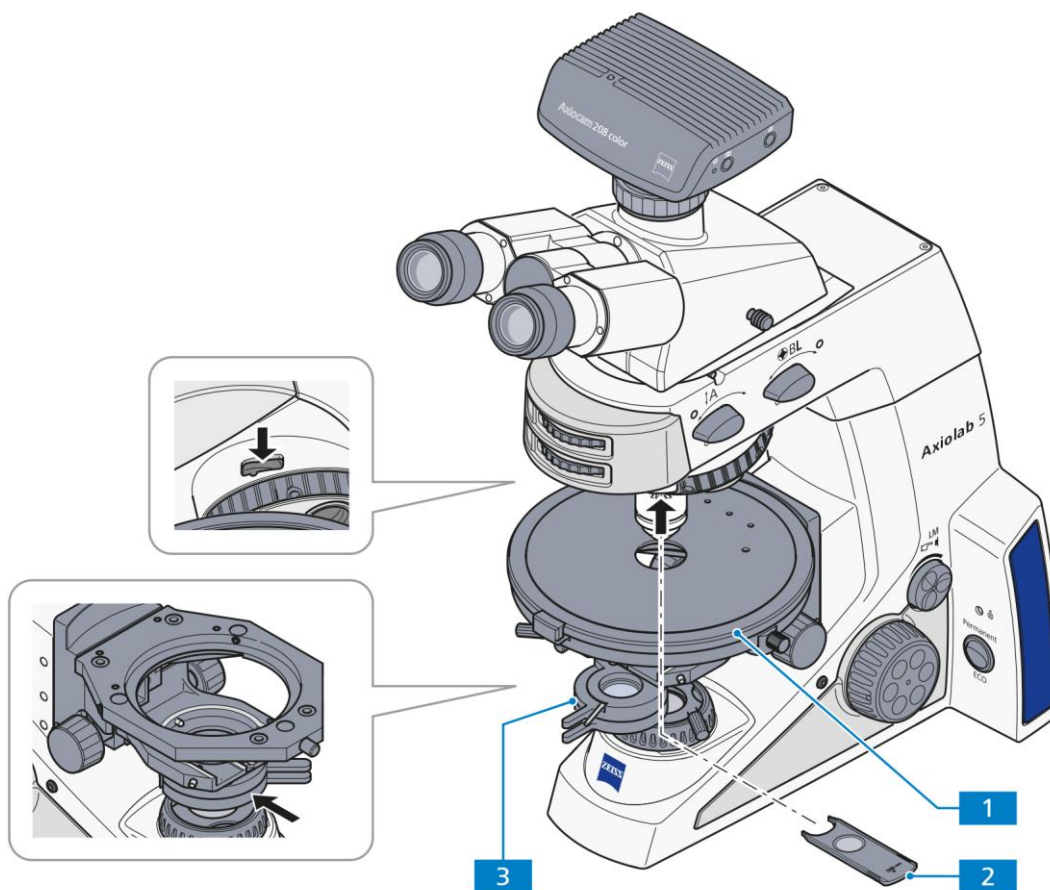

Abb. 4-13 Komponenten zur Durchlicht-Polarisation am Konoskopiostativ
(3) Mikroskop einstellen
- Einstellen des Mikroskops wie im Durchlicht-Hellfeld nach KÖHLER (siehe Abschnitt 4.2.1 (3)).
- Drehtisch Pol (Abb. 4-13/1) (siehe Abschnitt 3.1.7.5) und Objektive (siehe Abschnitt 3.1.7.6) zentrieren.
- Polarisator (Abb. 4-13/3) in Strahlengang einschwenken und auf 0° positionieren, sofern ein drehbarer Polarisator verwendet wird.
- Analysatorschieber (Abb. 4-13/2) in den Strahlengang einschwenken und am Stellrad so einstellen, dass das Sehfeld dunkel ist.
(2) Geräteausrüstung für Axiolab für Konoskopie
- Drehtisch Pol (Abb. 4-13/1)
- Einstellen des Mikroskops wie für die Durchlicht-Hellfeld-Mikroskopie (siehe Abschnitt 4.2.1 (3)), dabei besonders auf den richtig eingestellten Augenabstand am Binokulartubus achten (siehe Abschnitt 4.1.1).